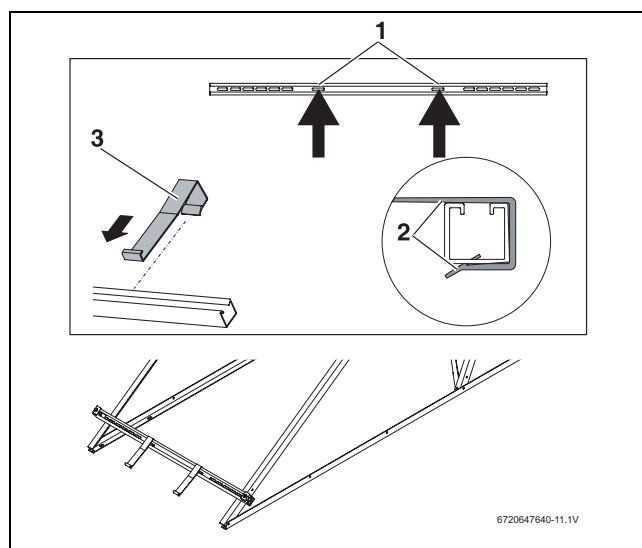

Fig. 17 Enganchar las protecciones antideslizantes
- ▶ Empujar las protecciones antideslizantes (→ Fig. 17, [3]) en los agujeros alargados interiores correspondientes [1], desde fuera sobre los perfiles hasta que encajen [2].